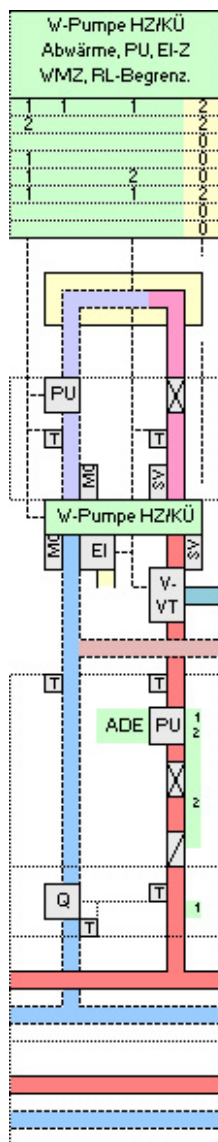

Bild 15
15. Wärmepumpe zum Heizen und Kühlen (WP) (Bild 15)